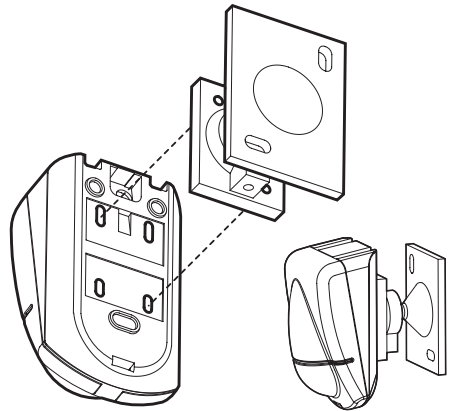

Рис.6
- б) настенная на кронштейне (дополнительная возможность установки на "универсальный" кронштейн, рис.6)